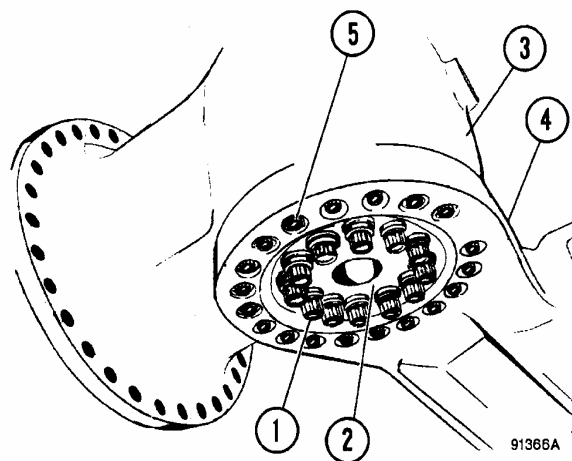

FIGURA 3-3. DESMONTAJE DEL HUSILLO Y CUBO DE LA RUEDA
9. Retire los pernos y golillas (1, Figura 3-3) que aseguran la placa retén (2) a la estructura del husillo y la suspensión. Para evitar dañar el hilo, suelte los pernos en patrón circular, en incrementos de torque de **678 N.m (500 ft. lbs.)**. Retire la placa retén.
5. Asegure el husillo en la suspensión usando la placa de retén (2, Figura 3-3) y los pernos (1). Apriete los pernos usando el siguiente procedimiento: